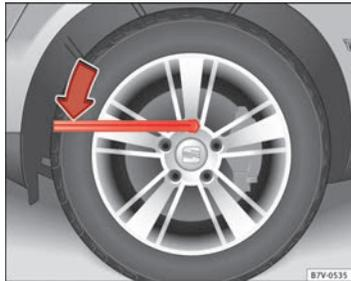

Abb. 183 Radwechsel:
- Radschlüssel bis zum Anschlag auf die Radschraube schieben ⇒ Abb. 183.